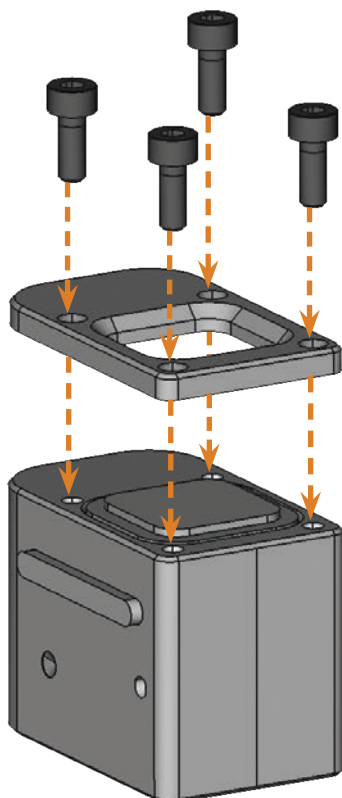

FIG. 47: REMONTER LE MAGASIN D'OUTILS
- M6. Remplacez le couvercle sur le magasin d'outils et vissez-le avec les vis M4 desserrées à l'étape M4 (☞ Fig. 47).